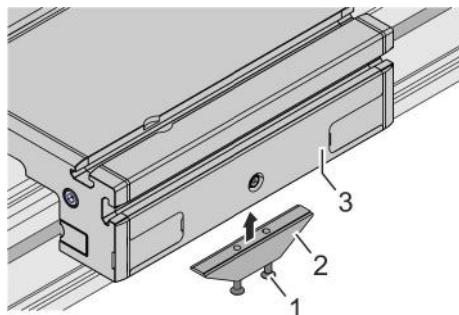

Fig. 34 : Montage de l'actionneur
1. ➤ Mettre en place l'actionneur (Fig. 34 /2) au niveau des alésages sous le chariot de guidage (Fig. 34 /3).
2. ➤ Serrer les 2 vis (Fig. 34 /1) :